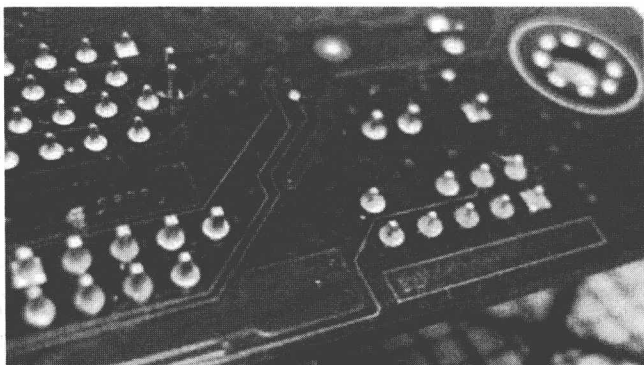

图 0-2 PCB 实现元器件的布线、电气连接、电绝缘
② PCB 实现集成电路等各种电子元器件之间的布线和电气连接或电绝缘;提供所要求的电气特性,如特性阻抗、高频微波的信号传输等,如图 0-2 所示。